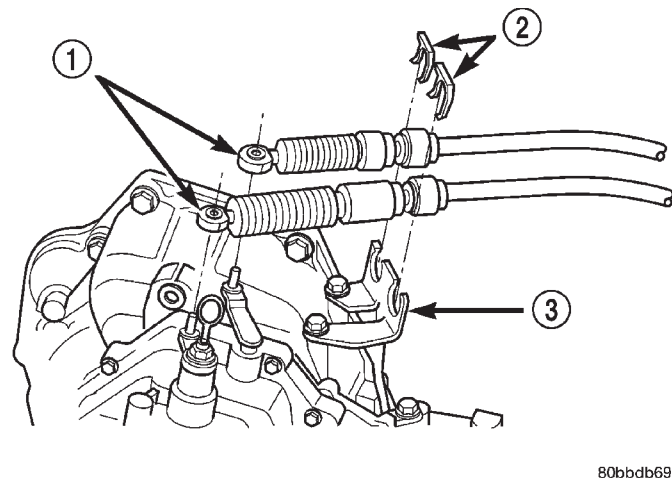

Fig. 23 Cables de cambio en el transeje
(8) Retire los collarines del cable de cambio al soporte (Fig. 23).
(9) Desconecte el cable del selector de cambio y el cable de cruce de las palancas (Fig. 23). Retire los cables y déjelos aparte en un lugar seguro.
(17) Conecte los cables de cambio del selector y de cruce en la palanca de cambios. Instale los cables en el soporte e instale los collarines de retención (Fig. 23).
(18) Conecte el conducto hidráulico del cilindro maestro al conducto hidráulico del cilindro hidráulico. Debe oírse un chasquido. Compruebe la conexión tirando del conducto del cilindro maestro hacia afuera.
(19) Enchufe el conector del conmutador de luz de marcha atrás.
(20) Conecte la tira de masa en la ménsula del soporte superior del transeje.
(21) Instale la bandeja inferior de la batería y la batería; apriete la abrazadera de anclaje para asegurar la batería.
(22) Instale el conjunto del depurador de aire y el cuerpo de la mariposa del siguiente modo: